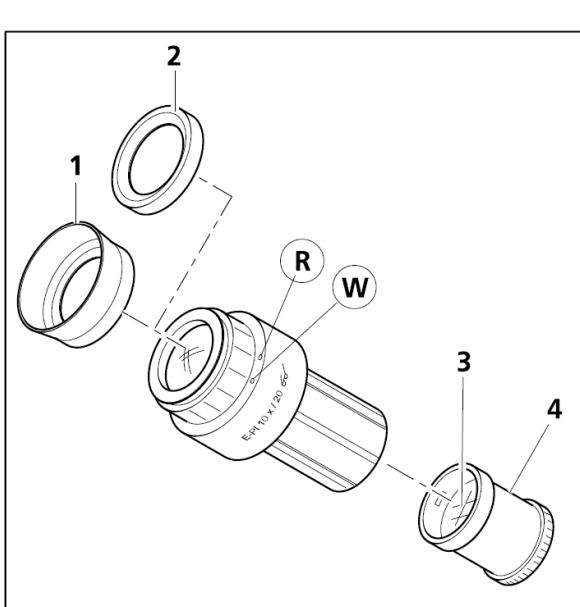

图 3-5 插入目镜测微尺
当安装了目镜测微尺后,会造成一定的图像偏移,因此校准位置应该从白点位置校准至红点位置,目镜测微尺(图 3-5/3)被粘在可拧进去的透镜部件上(图 3-5/4),这样就可以很容易更换。完整的带有胶水的测微尺透镜部件可从 Zeiss 订购。
- 拧下带有目镜测微尺(图 3-5/3)的透镜部件,并将其取下。然后插入新的带有目镜测微尺的透镜部件。
- 从目镜中取下橡胶环(图 3-5/2),然后插入护眼罩(图 3-5/2)。